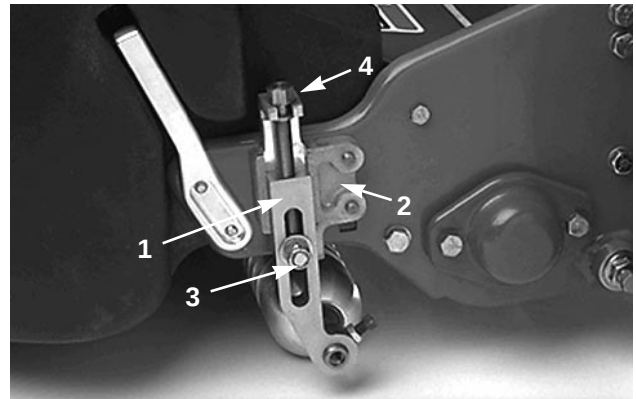

Fig. 6
2. Løsne låsemutrene som holder klippehøydebrakettene til sideplatene (fig. 6).